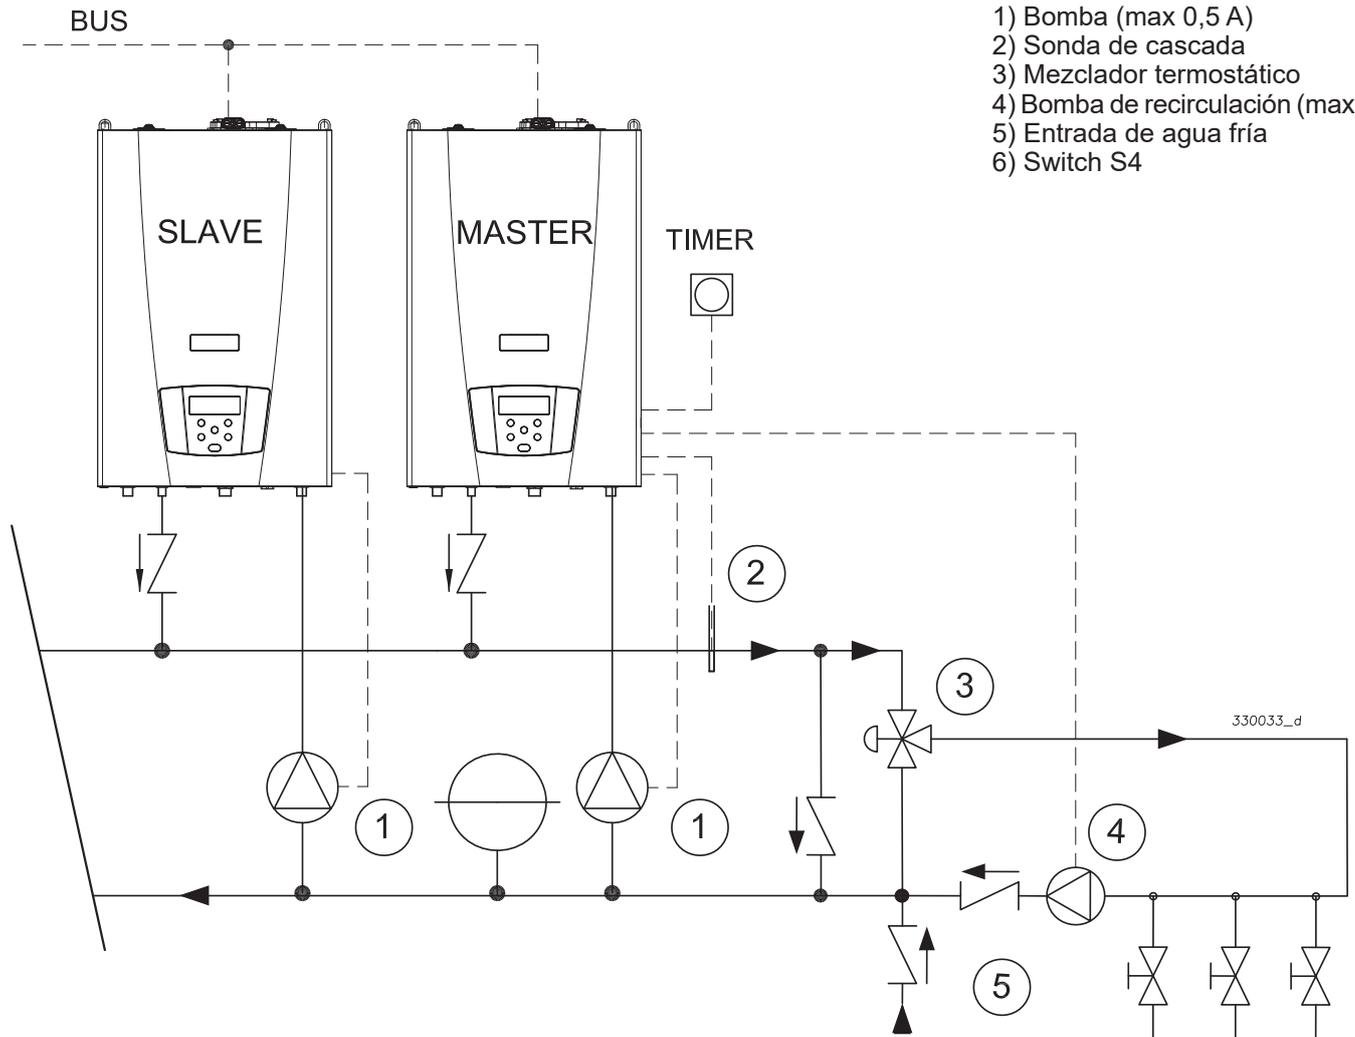

Figura 5-14 - Conexión hidráulica de aparatos en cascada sin acumulador
Este aparato se puede conectar en cascada hasta un máximo de 8 aparatos. El diagrama de conexión hidráulica se muestra en la Figura 5-14. Es posible realizar otros tipos de conexiones hidráulicas (solicite al fabricante los diagramas de referencia). La cascada es administrada por la placa base de aparato que definiremos aquí y luego "Master".
- 2.- Realice la instalación hidráulica como se muestra en la Figura 5-14;